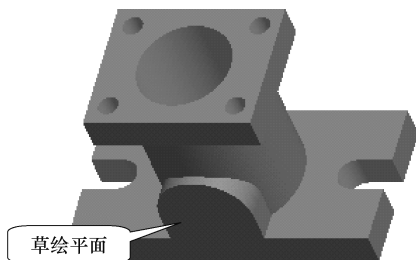

图 4-80 完成竖直孔
(8) 符合要求以后，单击控制区的【应用】按钮完成竖直孔，如图 4-80 所示。
(9) 修改特征名称为“竖直孔”。
(1) 单击【拉伸】按钮，并单击对话框【移除材料】按钮，使其处于按下状态。
(2) 在操控板中单击【放置】按钮，弹出【放置】下滑面板。
(3) 单击其中的按钮，在弹出的【草绘】对话框中定义草绘视图的放置属性。选取凸台的前表面作为草绘平面，如图 4-80 所示，其余选项使用默认，单击按钮，进入草绘界面。